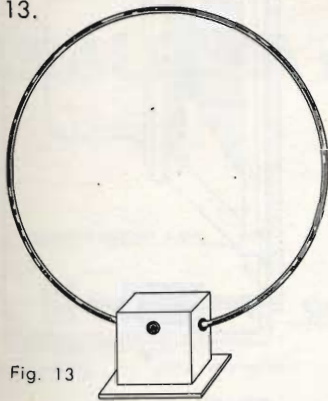

Fig. 13
- 3) Un'antenna fittizia del tipo indicato in fig. 13.